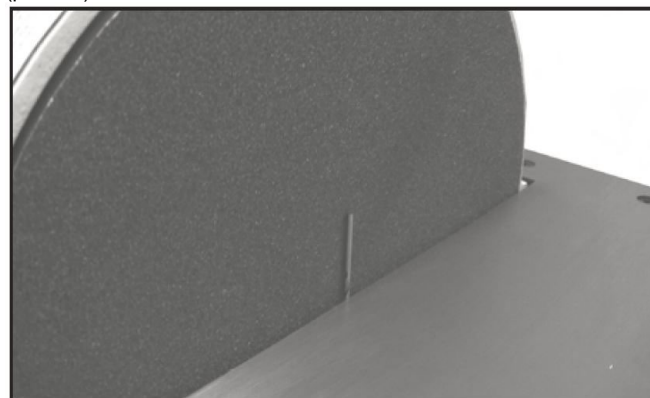

Рис. 05
4. Используйте сверло 1,5 мм в качестве меры. Поместите сверло между шлифовальным диском и внутренней поверхностью рабочего стола. Установите стол вплотную к шлифовальному диску через сверло диаметром 1,5 мм и затяните четыре винта (рис. 05).